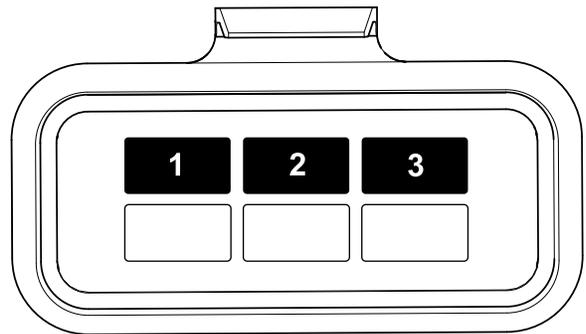

Bild 32
3. Prüfen Sie die Sicherungen im Sicherungsblock (Bild 32).